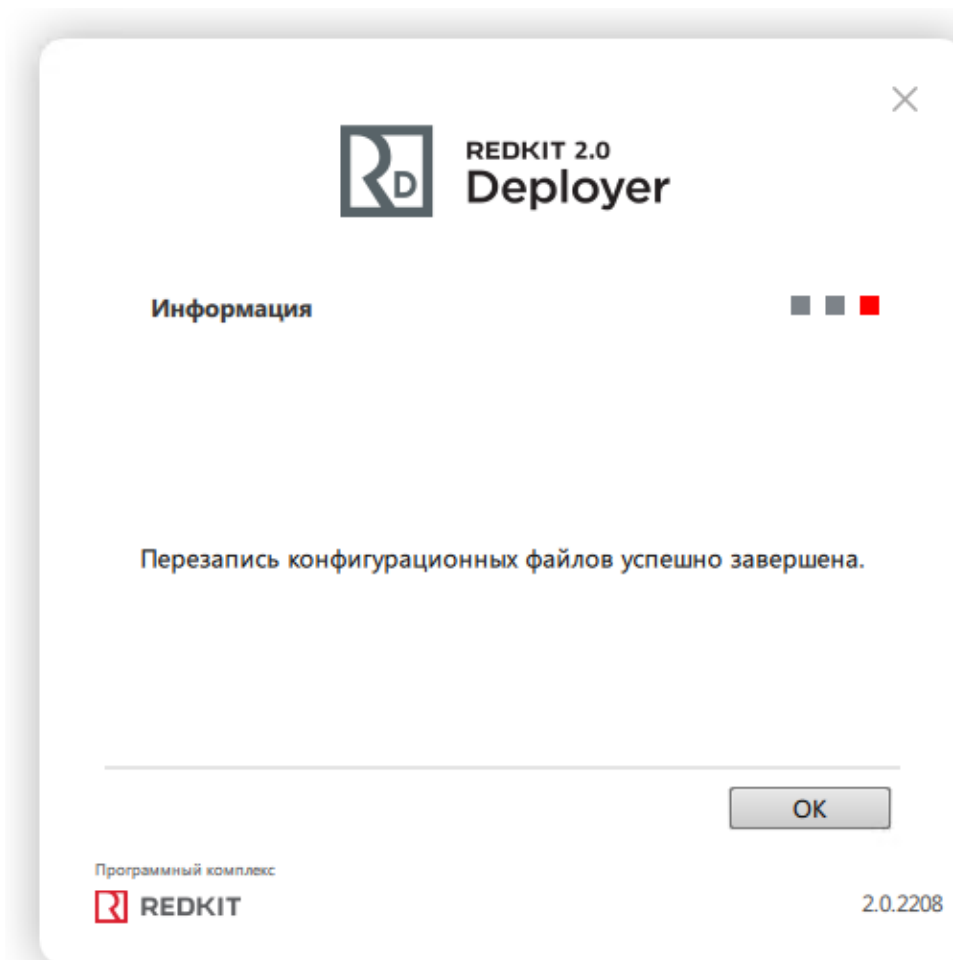

Рисунок 67 - Завершение перезаписи
20. После успешной перезаписи нажмите **ОК** (Рисунок 67).